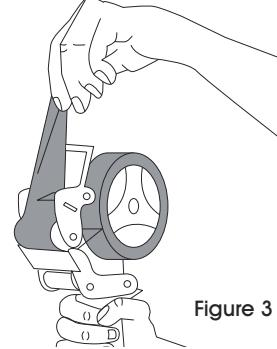

Figure 3
3. Pull tape over rubber roller allowing tape to unroll freely off tape wheel. (See Figure 3) To unwind tension, see Figure 4.
- Tirez sur le ruban pour le placer sur le rouleau en caoutchouc en laissant le ruban se dérouler librement de la roue du ruban. (Voir Figure 3) Pour régler la tension, voir Figure 4.